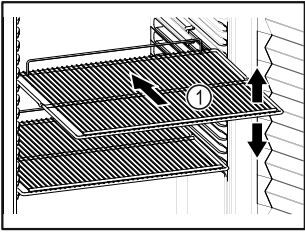

Fig. 62 Rezentare exemplificativă
- Dacă grătarele tip poliță Fig. 62 (1) pot fi mutate, adaptați-le în funcție de înălțime.